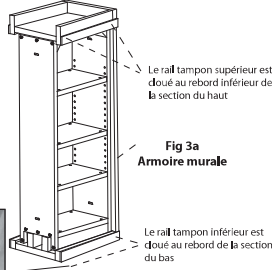

Fig 3a
Étape 2. Attacher le rail tampon aux éléments coulissants du module avec de petits clous à finition ou à tête perdue. Voir la figure 2. **Remarque.** Aligner les rails tampon sur le rebord antérieur de l'élément coulissant du module. Aligner le rail tampon sur les sections supérieures de la bride de montage inférieure de l'armoire de base ou la section inférieure de la bride de montage inférieure de l'armoire murale. Voir fig. 3a-b.